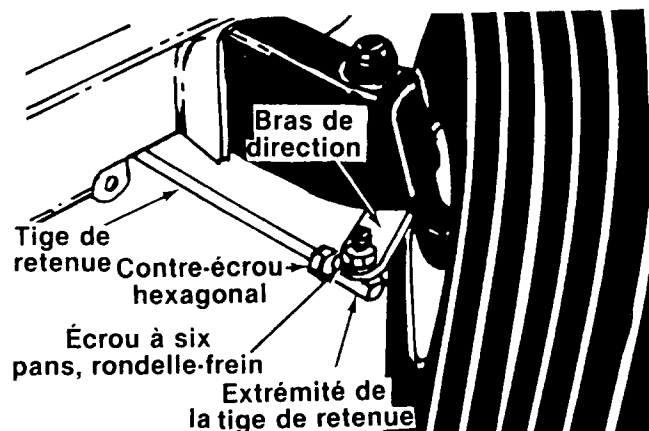

FIGURE 21
1. Enlevez l'écrou à six pans et la rondelle-frein et dégagez l'extrémité de la tige de retenue du support de la roue. Voir figure 21.